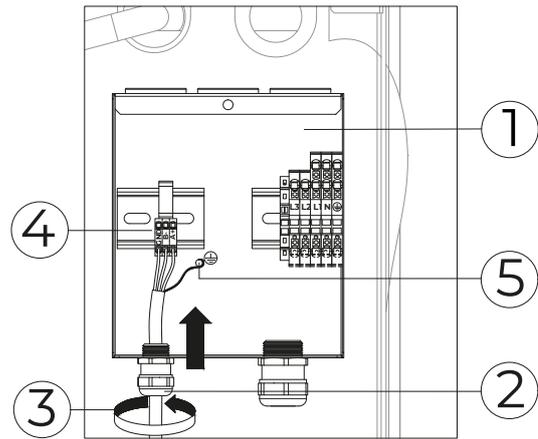

Bild 17: Anschluss des Kommunikationskabels
Führen Sie das Kommunikationskabel (3) (Bild 17) durch die Kabelverschraubung (2). Befestigen Sie die Drähte auf den Klemmen und schrauben Sie die Kabelverschraubung (2) fest.